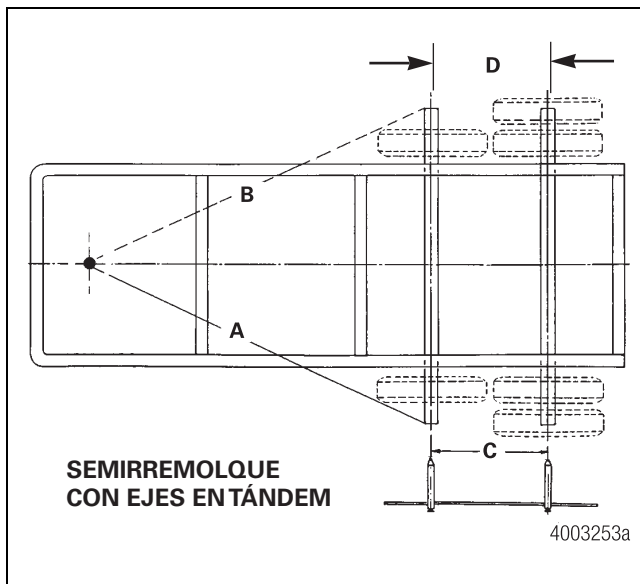

Figura 8.9
2. Mida "C" y "D", la distancia entre los ejes de la parte delantera y la parte trasera por el lado de la carretera y de la acera del semirremolque. La diferencia entre estas dimensiones no debe ser superior a ± 0.03125 de pulgada (± 0.79 mm). En caso necesario, ajuste el eje trasero hasta que la diferencia cumpla con las especificaciones. Figura 8.9.